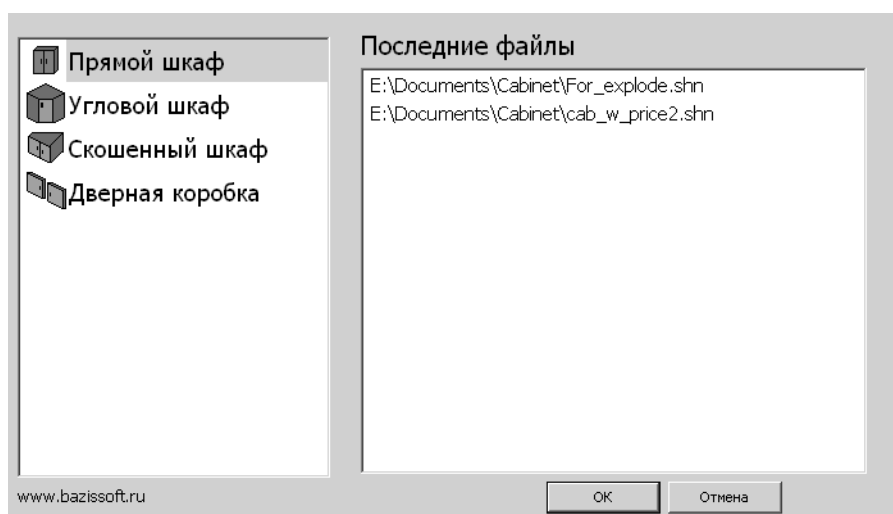

Рис. 5.1.
- ▼ открыть для редактирования один из недавно сохраненных документов (рис. 5.1).